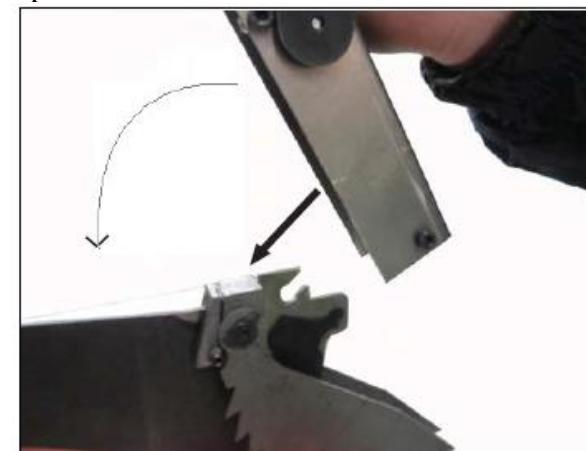

Рис. 20. Ограждение дисковой пилы
16. Прикрепить ограждение дисковой пилы, как показано на рис. 20.